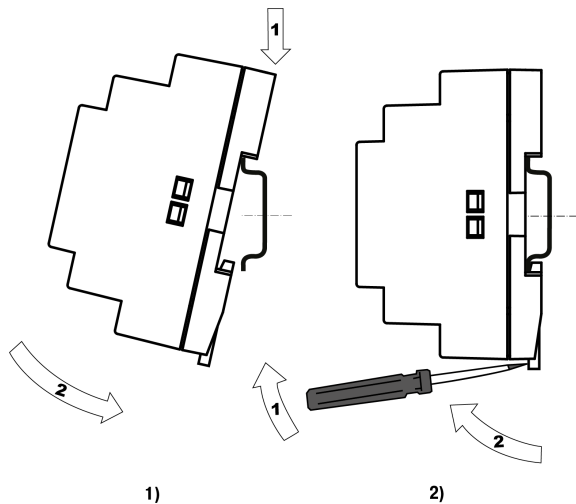

Рисунок 2 – Монтаж (1) и демонтаж (2) прибора
- С усилием придавить прибор к DIN-рейке в направлении, показанном стрелкой, до фиксации защелки (см. *рисунок 2*).
Для демонтажа прибора следует (см. *рисунок 2*):